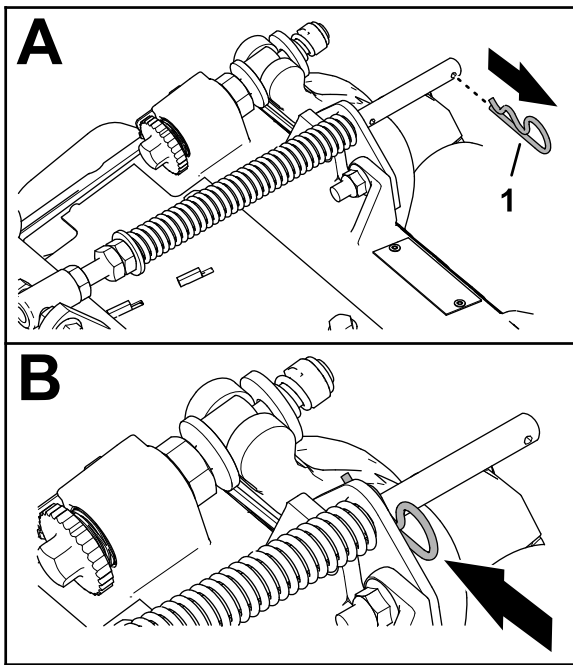

Figura 6
1. Se o perno de gancho for instalado no orifício posterior da haste de mola de compensação, remova o perno de gancho e insira-o no orifício junto ao suporte (Figura 6).